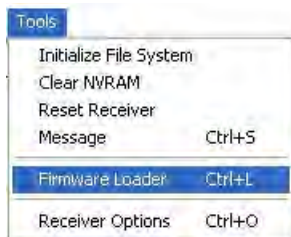

Рисунок 5-16. Tools->Firmware Loader
4. Нажмите *Tools* ▶ *Firmware loader* (Рисунок 5-16).